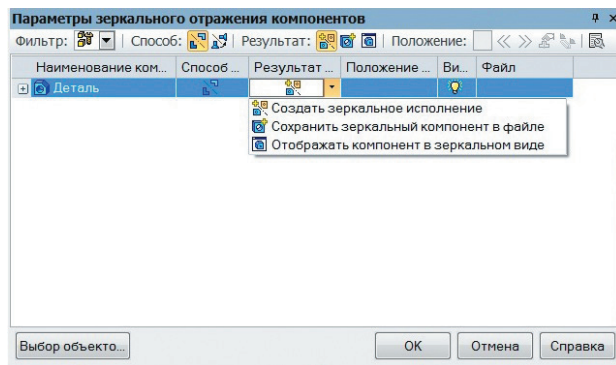

Рис. 7. Выбор параметров результата зеркального отражения компонентов
- задать способ создания результата зеркального отражения модели, то есть (рис. 7) создать зеркальное исполнение и сохранить зеркальный компонент в отдельный файл;